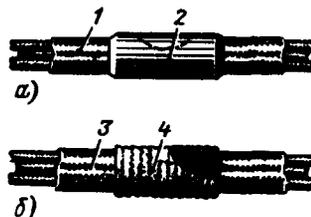

Рис. 66. Отремонтированный экран пояском с оплеткой:
5. Перекрытие места повреждения экрана пояском из листовой латуни или меди толщиной 0,5—0,6 мм или бандажом из медной проволоки диаметром 0,5 мм (рис. 66) проводить так: лист латуни или меди припаять к оплетке, а проволочный бандаж тщательно облудить. Такой метод применим тогда, когда жгут проводов заключен в бронированном экране. Если жгут заключен лишь в одной экранирующей оплетке, то ее пайка без снятия со жгута допустима лишь как исключение в самом крайнем случае, когда не может быть применен ни один из методов, описанных выше. Паять оплетку без снятия со жгута следует чрезвычайно осторожно, чтобы не перегреть и не повредить изоляцию проводов и чтобы на провода не попадали флюсы, применяемые при пайке.